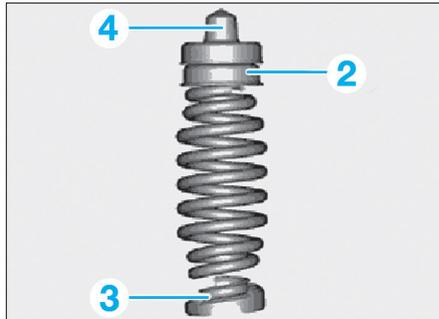

Fig. 50
- Contrôler l'état des semelles (2) et (3), les remplacer si nécessaire (Fig.50).
- Déposer la coupelle de ressort (4) et la placer sur le ressort hélicoïdal avec la semelle supérieure (2).